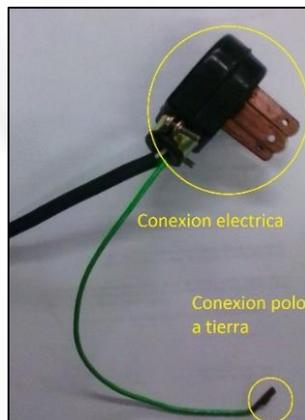

Imagen 7. Conexión eléctrica.
- 4.3.1. Conectar el sistema a una toma corriente de 220 V- AC y realizar la respectiva conexión de polo a tierra con el cable de color verde que se muestra en la Imagen 7.